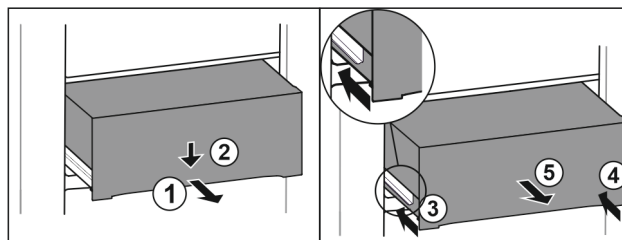

Fig. 129
- Estrarre il cassetto a metà. *Fig. 129 (1)*
- Premere il cassetto sul lato anteriore verso il basso. *Fig. 129 (2)*
- Spingere la guida sinistra di circa 2 cm verso l'interno. *Fig. 129 (3)*
- Spingere la guida destra di circa 2 cm verso l'interno. *Fig. 129 (4)*
- Rimuovere il cassetto tirandolo in avanti. *Fig. 129 (5)*